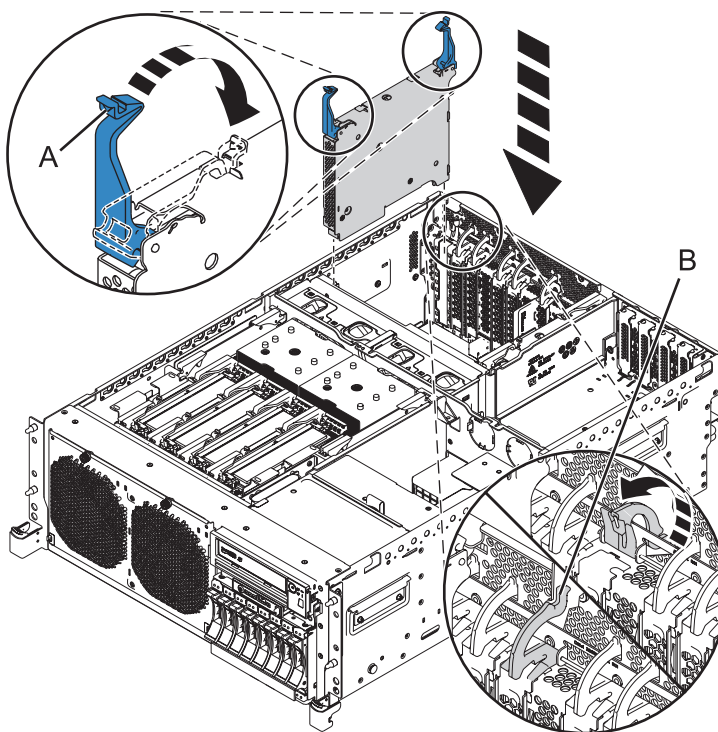
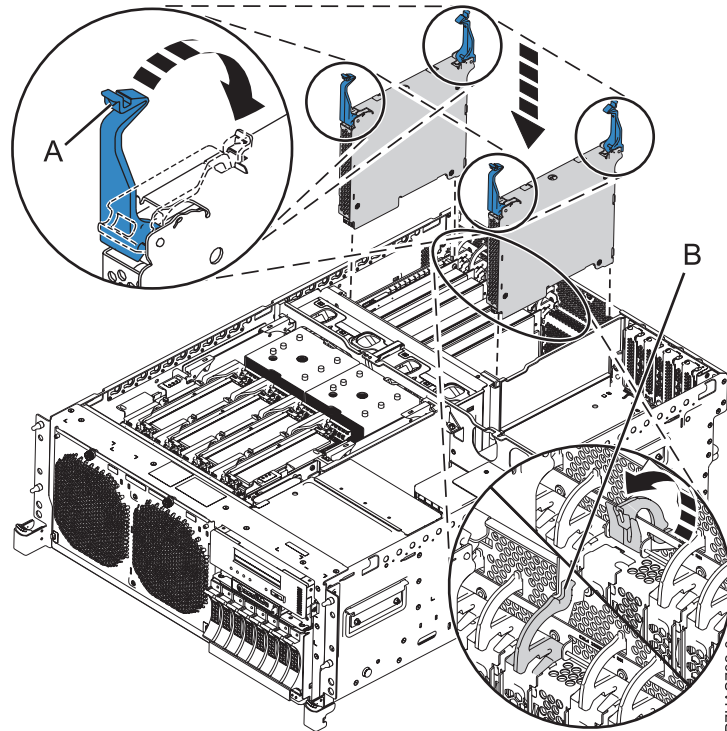

Figure 3. Installation de l'adaptateur GX sur un système 02E/4B ou 05F/6B monté en armoire
Figure 4. Installation de l'adaptateur GX (code dispositif EJ03) sur un système 02E/4C ou 05E/6C monté en armoire
11. Faites pivoter les taquets (A) en position verrouillée, comme illustré dans la figure 3 et la figure 4, à la page 5.
12. Faites pivoter le taquet (B) en position fermée pour verrouiller l'adaptateur dans son emplacement.